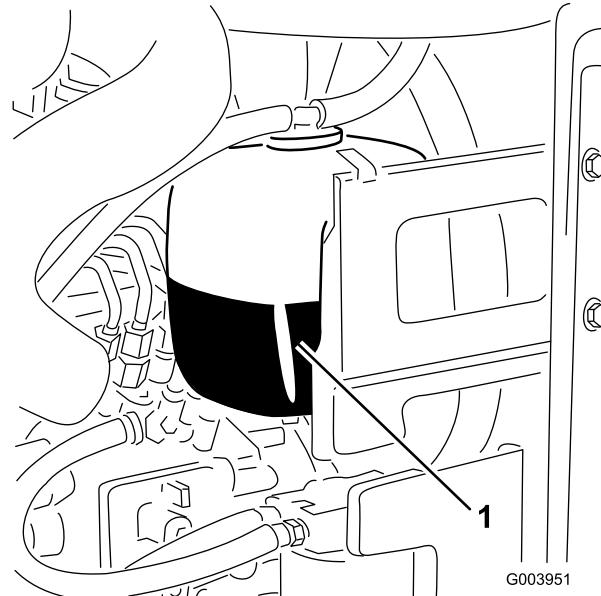

Figura 30
1. Controllate il livello di refrigerante nel serbatoio di espansione (Figura 30).